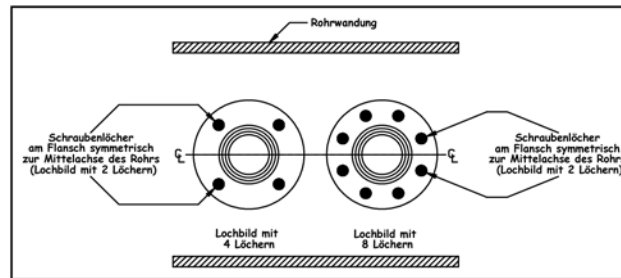

Abbildung 5. Flanschausrichtung
- Beachten Sie die Flanschausrichtung gemäß Abbildung 5. Die Schraubenlöcher am Flansch sollten symmetrisch zur Mittelachse des Rohrs sein (Lochbild mit 2 Löchern).